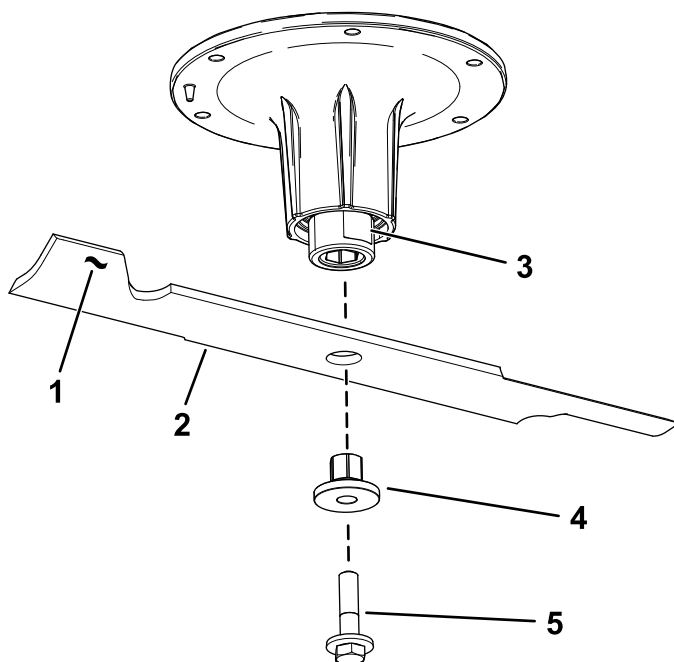

Figura 81
- Retire el perno de la cuchilla, el buje y la cuchilla del eje (Figura 81).